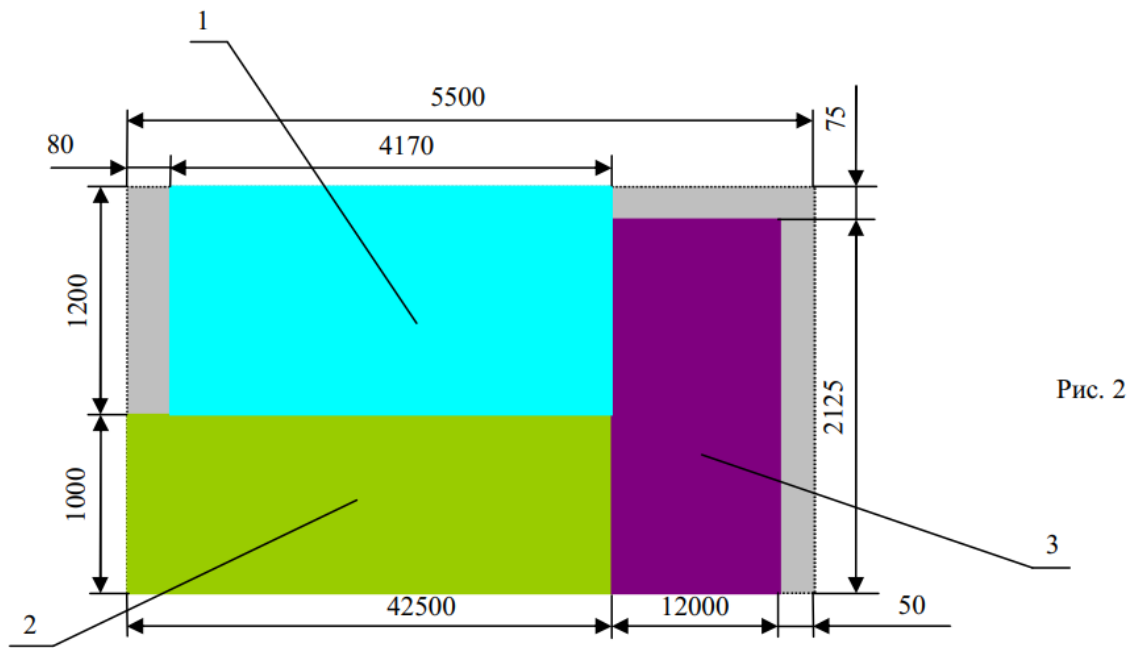

Рис. 2
2. Лист раскраивают с учетом изготовления деталей разных размеров - разныхнаименований (пример: рис.2).